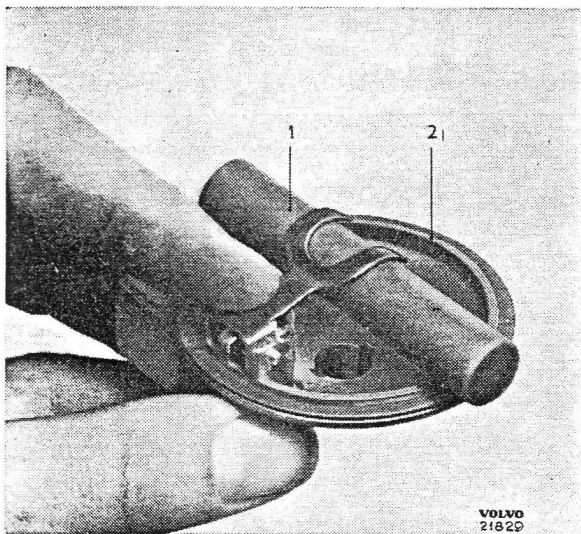

Bild 1-85. Kontrolle des Kraftstoffspiegels (SU)
3. Abstand vom Schwimmergehäusedeckel zum Arm mittels SVO 2324 messen, siehe Bild 1-85. Bei geschlossenem Nadelventil soll der Nadelventilarms die Lehre eben noch berühren.